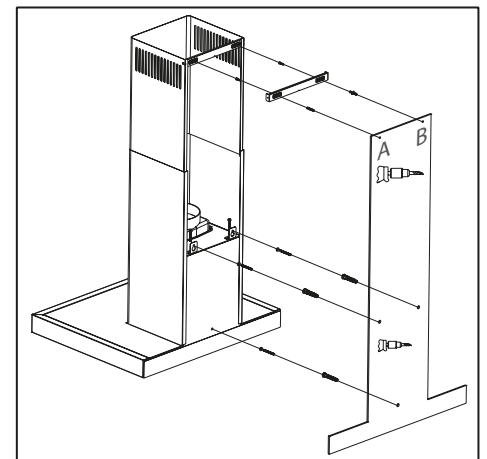

Figura 5
- Retira los filtros de grasa, monta la campana sobre los tornillos superiores y atornilla los tornillos inferiores nuevamente (Figura 5).
- El soporte se fija directamente en la pared en las macas A y B (figura 5).